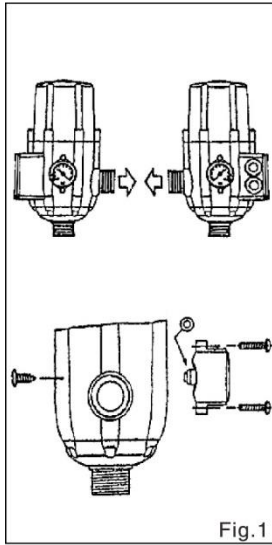

Fig. 1
**INSTALLATION OF THE PRESSURE GAUGE(Fig. 1):**